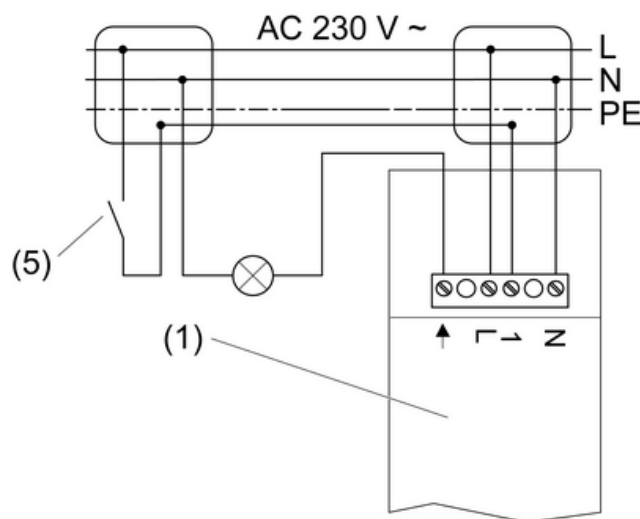

Figura 3
- Conectar el actuador de conmutación (1) y en caso necesario el pulsador de instalación (5) según el correspondiente plan de conexión (figura 3).